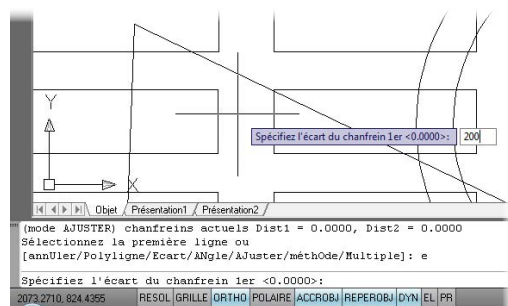

Figure 3.132
2. Choisissez l'option Écart en tapant **E** puis validez. Ensuite, spécifiez l'écart que vous souhaitez par rapport à la première ligne puis par rapport à la seconde. Ici, on a choisi un écart de 200 pour les deux lignes. Tapez **200**, puis validez et validez de nouveau (AutoCAD conserve cette valeur par défaut) [voir Figure 3.132].